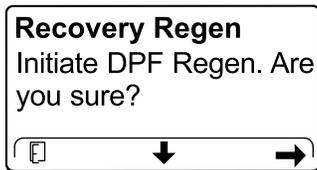

图29
4. 在 INITIATE DPF REGEN (启动 DPF 再生) 屏幕, 按右侧按钮继续 (图29)。